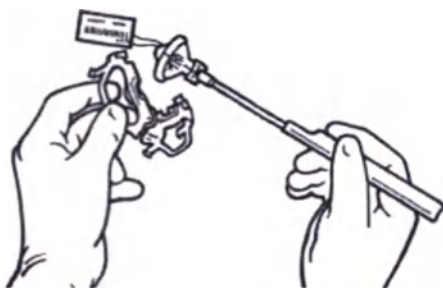

Рисунок 16. Снятие крепежного воротника с клапана перед имплантацией.
3. Чтобы выровнять клапан в кольце, воспользуйтесь рукояткой держателя клапана. Сориентируйте клапан так, чтобы **кровоток был всегда ограничен опорами оси вращения** (см. рис. 16). Выровняйте клапан так, чтобы опоры оси вращения были правильно сориентированы в кольце.